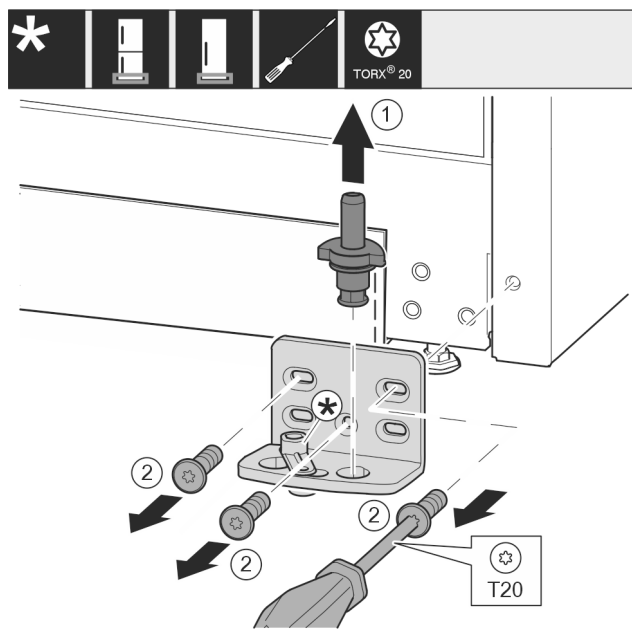

Fig. 12
- Izvucite svornjak ležaja Fig. 12 (1) potpuno prema gore.
- Odvijačem odvrnite vijke Fig. 12 (2) i skinite podložak ležaja.